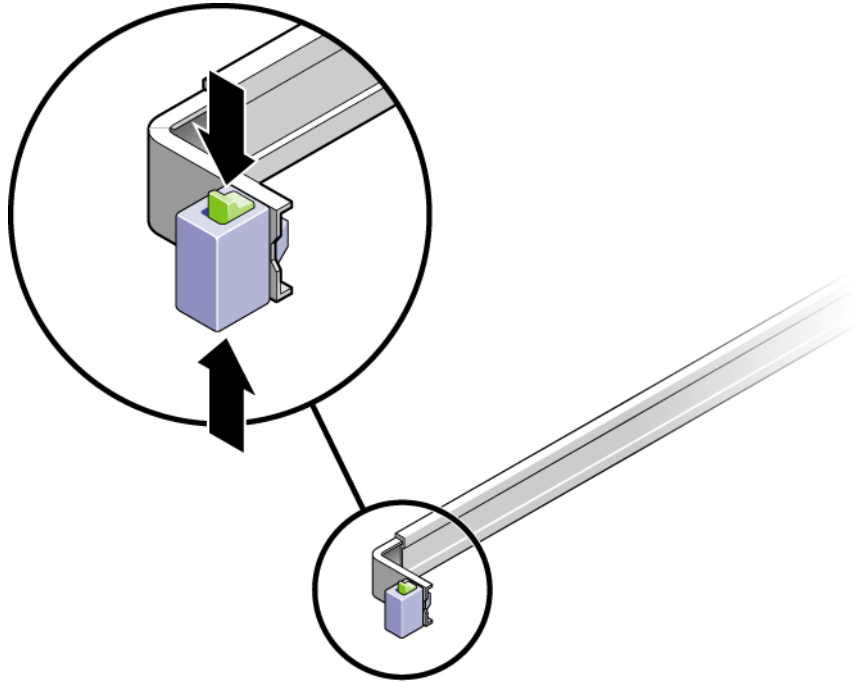

ABBILDUNG 2-13 Entsperren der Schienenbaugruppe
2. Entriegeln Sie die Schienensperren (ABBILDUNG 2-13) an der rechten und linken Seite des Gehäuses und ziehen Sie den Server langsam bis zum Anschlag der Schienen aus dem Rack.